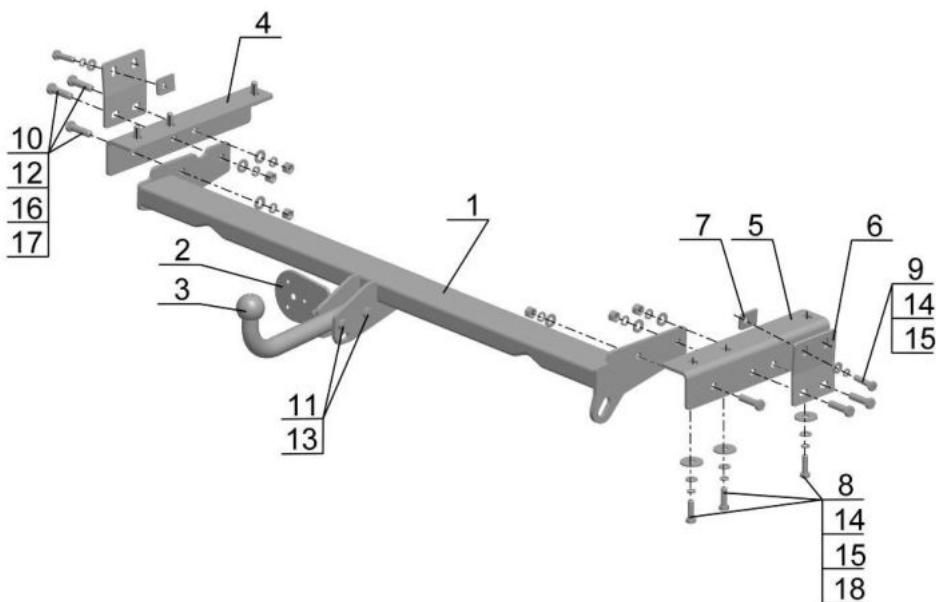

Рис.1.
- Установить ТСУ (рис.1) на автомобиль, используя крепежные элементы (поз.10,12,16,17);